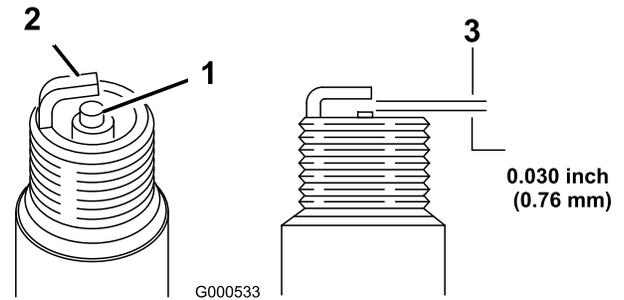

Figura 21
5. Ajuste el espacio entre los electrodos a 0.76 mm (0.030"); consulte Figura 21.